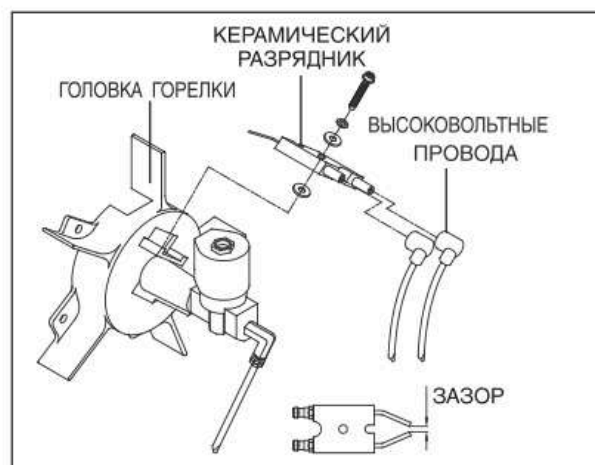

Рис. 9. Керамический разрядник
- Отсоедините высоковольтные провода от керамического разрядника (см. рис. 9)